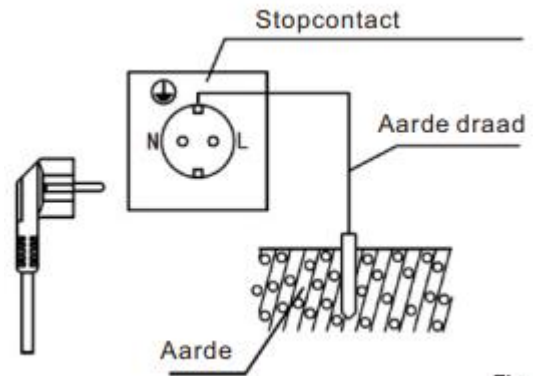

Figure 5
- 2) Nadat u heeft bevestigd dat de nominale waarden van elektriciteitsmeters, draden, schakelcontactdozen en zekeringen in het voedingssysteem voldoen aan de vereisten voor energieverbruik van dit product, sluit u op een geschikte plaats een apart stopcontact aan om stroom te leveren aan de elektrische boiler (Fig. 5). De installatiehoogte van het stopcontact vanaf de grond mag niet minder zijn dan 1,8m.